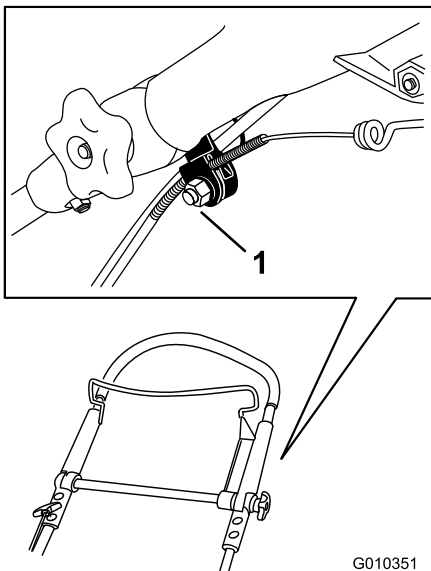

Рисунок 44
1. Ослабьте болт на хомуте тросика (Рисунок 44).